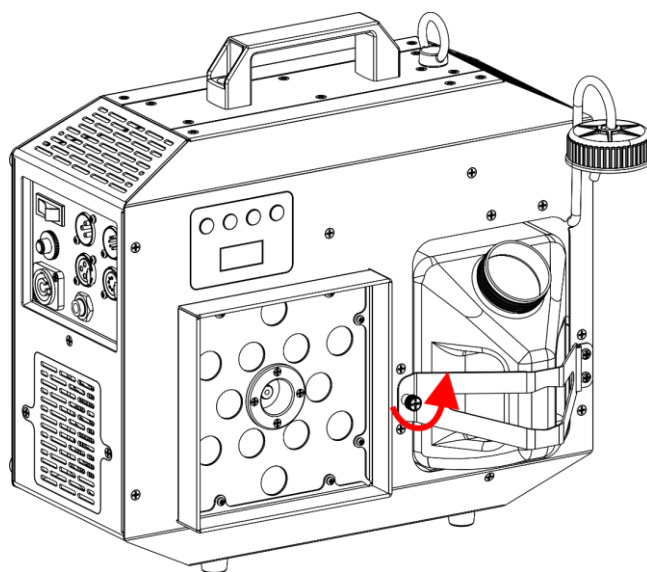

Fig. 07
- 02) Desatornille el **tornillo de seguridad del soporte del depósito (04)**, como se muestra en la Fig. 07.